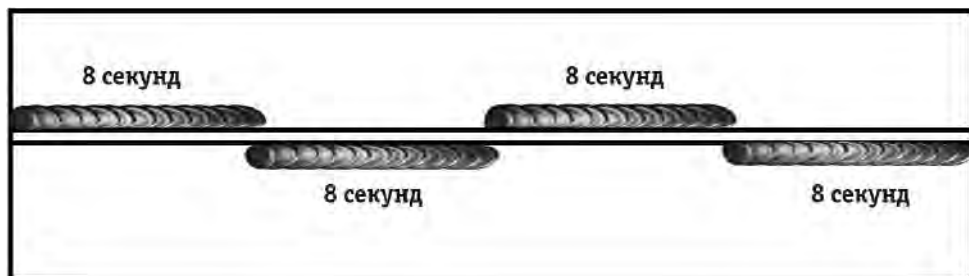

Рис. 9.14.1. Сварка коротких швов.
**Например:** необходимо произвести сварку таврового соединения в шахматном порядке с одинаковой длиной сварного шва (См. рис. 9.14.1).